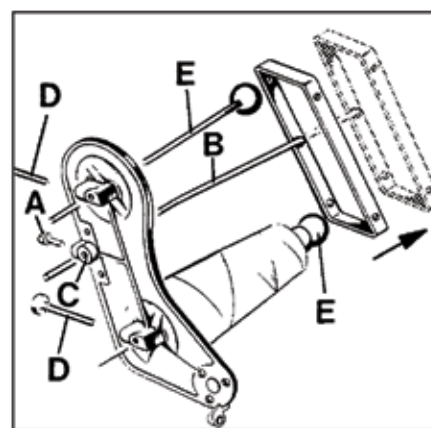

Fig. 3
Loosen screw (A, Fig. 3) and set thread rod (B) so that its lower end is flush with the underside of thread cone support (C). Retighten screw (A).
Lösen Sie die Schraube (A, Fig. 3) und stellen Sie die Fadenstange (B) so, daß ihr unteres Ende mit der Unterseite des Garnrollenträgers (C) bündig ist. Ziehen Sie die Schraube (A) wieder an.
Loosen the thumb screw(s) (D, Fig. 3) in the thread cone support, pull out the spool pin(s) (E) and remove the empty thread cone(s).
Lösen Sie die Rändelschraube(c) (D, Fig. 3) im Garnrollenhalter, ziehen Sie den (die) Spulenstift(e) heraus und entfernen Sie die leere(n) Garnrolle(n).